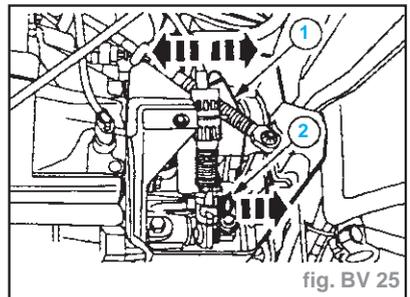

fig. BV 25
- Régler le mécanisme de changement de vitesses : (fig. BV 25)
- engager la 3ème ou la 4ème (placer le levier de changement de vitesses en position de butée droite ou gauche) (1),
- verrouiller le câble de sélection (2).